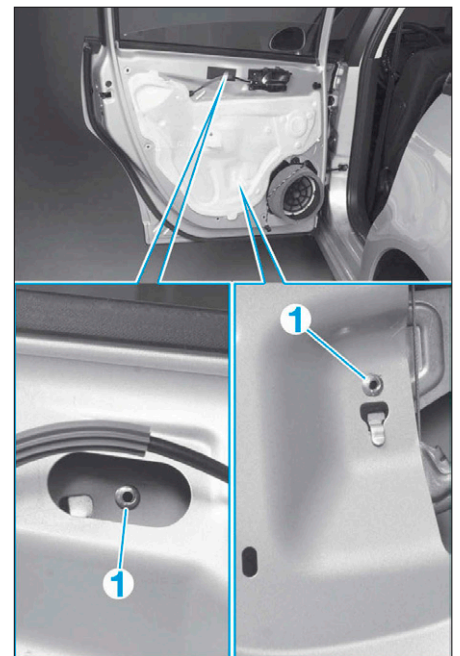

FIG. 54
- Percer les rivets de fixation (1) (Fig.54).